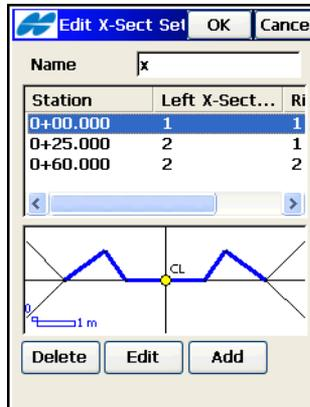

Abbildung 7-26. Neue Querprofilgruppe
1. Tippen Sie zum Erstellen einer neuen Querprofilgruppe im Fenster *Querprofile* auf **Neu**. Das Fenster *Edit Querprofile* erscheint (Abbildung 7-26 auf Seite 7-25).
2. Geben Sie im Fenster *Edit Querprofile* (Abbildung 7-26) den Namen der Querprofilgruppe ein und tippen Sie auf **Neu**.